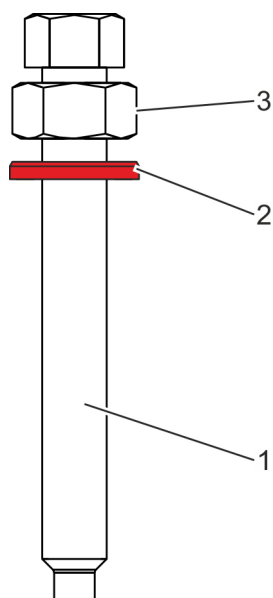

Fig. 28: Preparar los tornillos de fijación
4. ➤ Enrosque totalmente una tuerca (Fig. 28/3) en cada tornillo de fijación (Fig. 28/1) del mecanismo de bloqueo.
5. ➤ Ensarte una arandela (Fig. 28/2) en cada tornillo de fijación (Fig. 28/1) del mecanismo de bloqueo.